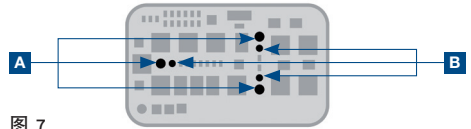

图 7
用合适的工具将定位销 (B) 尽可能向下压。拧紧 3 个螺钉（图 7 中的“A”）